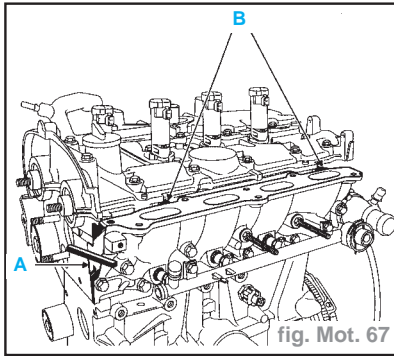

fig. Mot. 67
- l'alignement (A) entre le répartiteur inférieur d'admission et la culasse (côté distribution) en s'assurant que les languettes (B) soient bien en contact avec celles du couvre culasse (fig. Mot. 67).